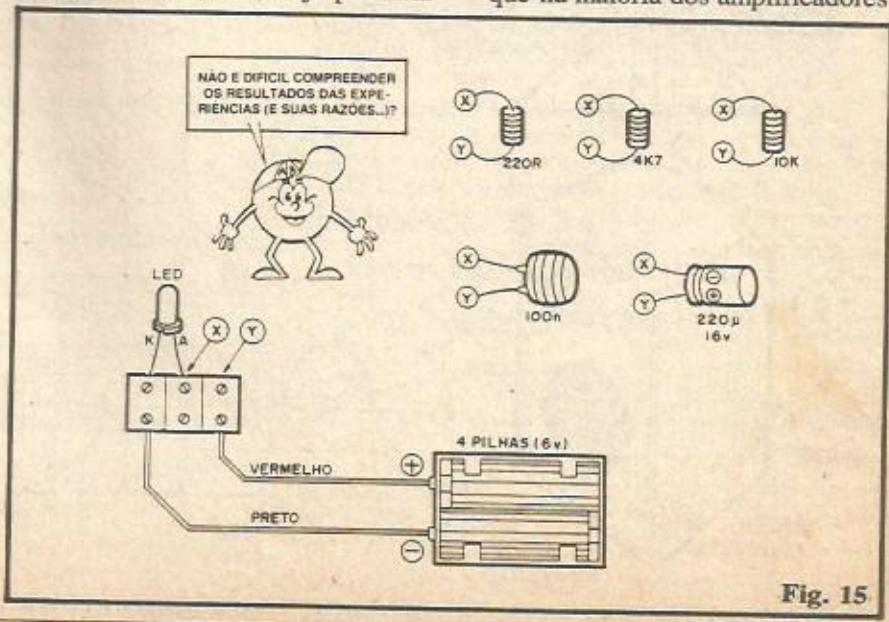

Fig. 15
- FIG. 15 - Vamos agora fazer outras comprovações experimentais. Liguem apenas o LED, inicialmente, à barrinha de conetores parafusáveis, deixando "vagos" os pontos "X" e "Y", para a posterior ligação de componentes. Usem, agora, 4 pilhas pequenas, num suporte, para a alimentação, ligando o conjunto conforme mostra o diagrama... Liguem aos pontos "X" e "Y", um de cada vez, os resistores de 220R, 4K7 e 10K e observem o acendimento do LED em cada caso: a luz é bem forte com o resistor de 220R, porque a corrente no LED é intensa (ainda que dentro do que o componente suporta - façam os cálculos e confiram...). Já com o resistor de 4K7, a luminosidade é bem menor (a corrente ficou menos intensa, devido ao maior valor do resistor). Finalmente, com o resistor de 10K, mal dá para se ver a luz, já que a corrente sobre o LED reduziu-se a apenas 400uA (400 microampéres), muito abaixo dos 5mA msnimos recomendáveis, lembram-se...? Agora liguem aos pontos "X" e "Y" o capacitor de poliéster de 100n. O LED acende? NÃO... Para quem segue direitinho as "Aulas" é fácil perceber por quê: o capacitor é "impermeável" à C.C., já que seu dielétrico isolador não permite o livre trânsito dos portadores de corrente (elétrons). Finalmente, liguem, momentaneamente, aos pontos "X" e "Y", o capacitor eletrolítico de 220u (atenção à polaridade do componente, claramente indicada na figura). O que acontece no momento da ligação do capacitor? O LED dá um breve lampejo, para em seguida apagar-se, assim ficando... Qual a razão desse estranho "comportamento"...? É simples: embora o capacitor seja, em si, um isolante ou uma "barreira" ao livre trânsi-